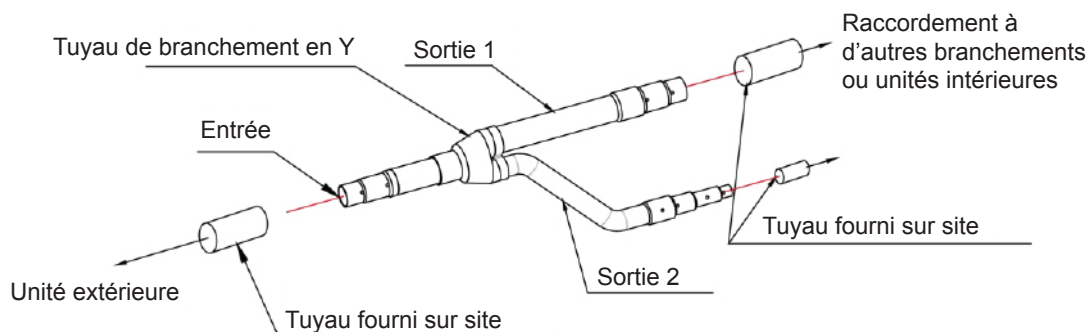

Fig. 18
- 3) Les raccords de l'unité intérieure, de l'unité extérieure et du boîtier hydraulique doivent être enveloppés avec un matériau d'isolation et être en contact direct avec la paroi de l'unité intérieure, de l'unité extérieure et du boîtier hydraulique. Voir Fig. 18.